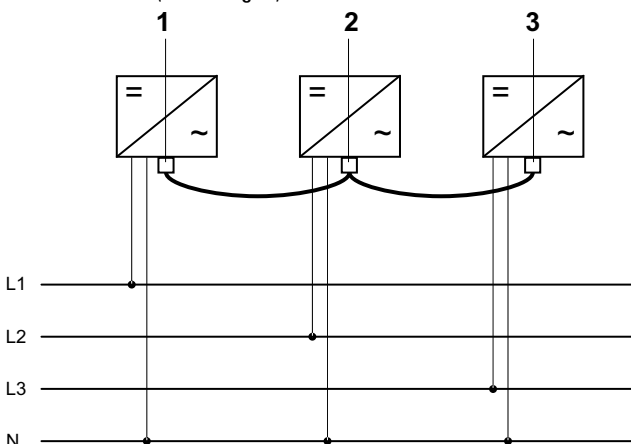

Fig. 1 Schema di installazione
- Ogni inverter PLATINUM di un gruppo è collegato ad una delle tre fasi (vedere fig. 1).